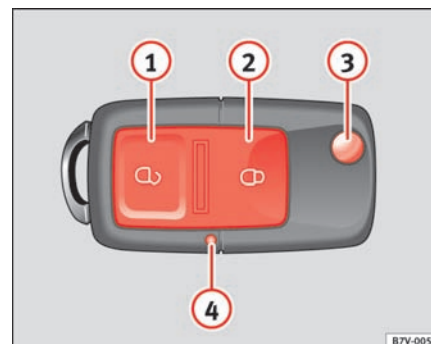

Fig. 61 Knapper på nøglen med fjernbetjening
Når du drejer nøglen *en gang* i oplåsningsretningen i førerdørens lås, eller når du trykker på knappen ⇒ **side 91, fig. 61**  på nøglen med fjernbetjening, låser du kun førerdøren op.
- Tryk på  ⇒ fig. 61 ① på fjernbetjeningen for at låse alle dørene og bagklappen op.
- Tryk på  ② på fjernbetjeningen for at låse alle dørene og bagklappen.
Når du trykker på en af disse knapper, lyser batterikontrollampen i nøglen med fjernbetjening ⇒ fig. 61 ④.
Når du trykker på knappen ⇒ fig. 61 ③ på fjernbetjeningen, bliver nøglen klappet ud.
- Tryk et kort øjeblik på oplåsningsknappen  ⇒ side 91, fig. 61 .
Bilen kan ikke længere låses op og låses med fjernbetjeningen, hvis du ofte trykker på  ⇒ side 91, fig. 61  uden for virkeområdet. Nøglen med fjernbetjening skal synkroniseres igen.
Hvis batterikontrollampen i fjernbetjeningen ⇒ side 91, fig. 61  ikke blinker, når du trykker på knapperne, skal batteriet udskiftes.
- Tryk på knappen ⇒ side 91, fig. 61 ③ for at klappe nøglen ud.